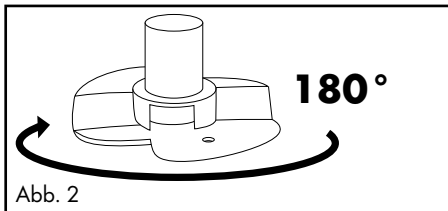
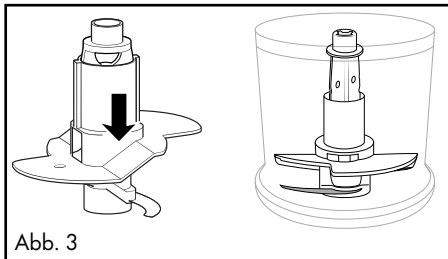

Abb. 2
Abb. 3
- Für 200 ml Sahne drehen Sie die Emulgierscheibe **11** horizontal um 180° (Abb. 2), so dass diese nur noch auf einem Messer **8** aufliegt und einrastet (Abb. 3). Sie pflügt dann höher durch die Sahne: